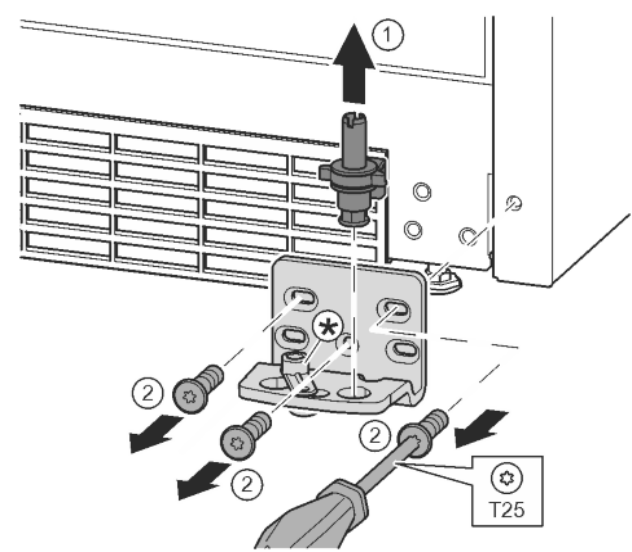

Fig. 16
- Опорний гвинт цілком витягніть рухом вгору. Fig. 16 (1)
- Викрутіть гвинти за допомогою викрутки T25 та зніміть опорний кронштейн. Fig. 16 (2)